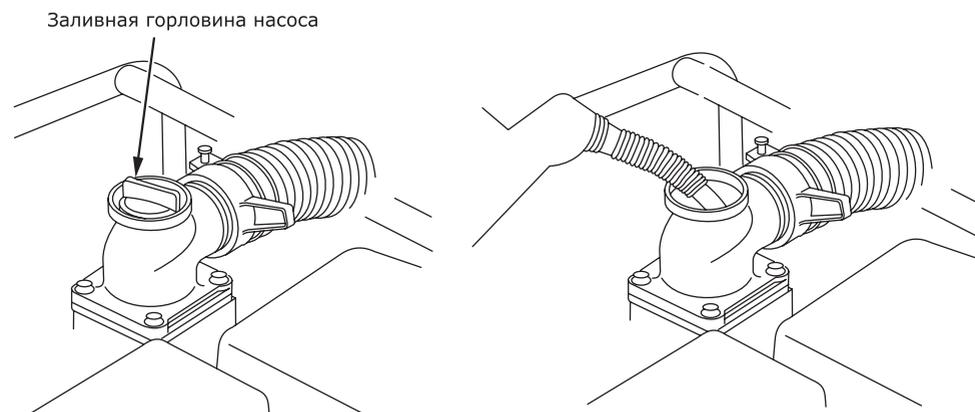

Рис. 9
- заполните насос водой до края горловины (рис. 9).